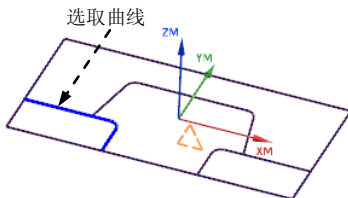
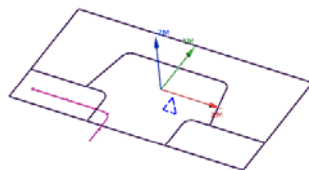

图 16.19 选取曲线
图 16.20 边界 1
(1) 在“清理拐角”对话框中单击 **指定部件边界** 右侧的  按钮, 系统弹出“边界几何体”对话框。
(2) 在 **模式** 下拉列表中选择 **曲线/边...** 选项, 系统弹出“创建边界”对话框。在 **类型** 下拉列表中选择 **开放的** 选项, 在 **平面** 下拉列表中选择 **用户定义** 选项。系统弹出“平面”对话框。
(3) 在 **类型** 下拉列表中选择 **XC-YC 平面** 选项, 在 **偏置和参考** 区域 **距离** 的文本框中输入值 -15.0, 单击 **确定** 按钮。
(4) 创建边界 1。按顺序依次选取图 16.19 所示的曲线, 单击 **创建下一个边界** 按钮, 结果如图 16.20 所示。